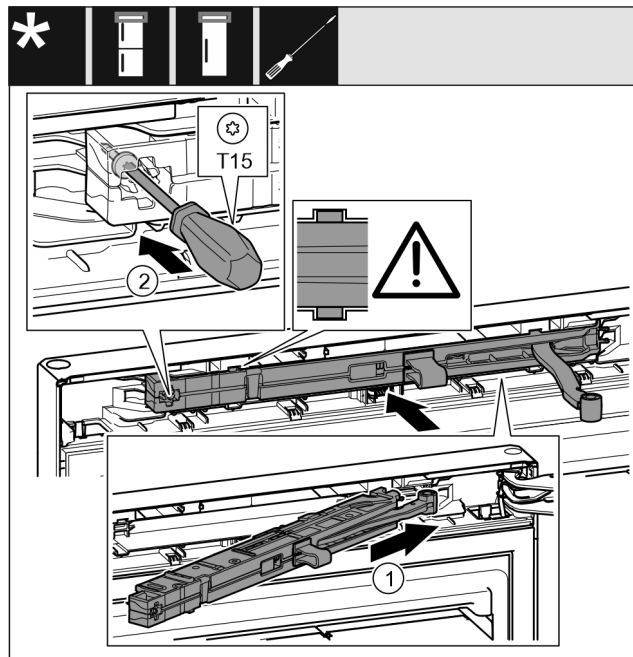

Fig. 29
- ▶ Enoto blažilnikov za zapiranje vrat Fig. 29 (1) na strani ležajnega podstavka potisnite v odprtino do konca.
- ▶ Zategnite vijak Fig. 29 (2) z izvijačem.